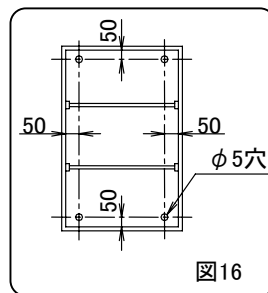

図16
- ②中台キャビネットの後板の所定位置に壁面取付用の下穴(φ5穴)を加工してください。(図16)